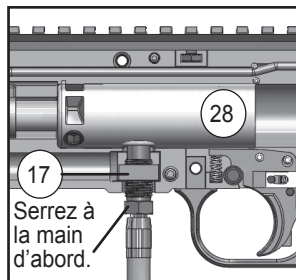

Figure 14: Détail de l'arrivée du gaz
1. Dévissez légèrement la petite vis en figure 14.
2. Soulevez le tube de puissance (28) ainsi que l'arrivée du gaz (34) de la moitié droite du receveur.
- Pour enlever la valve (30) du tube de puissance, tapez doucement le côté le plus large du tube de puissance sur votre table de travail jusqu'à ce que la valve glisse hors du tube.
- Inspectez les joints (15) de la moitié droite du receveur pendant que le tube de puissance est hors du marqueur. Analysez et remplacez si nécessaire.